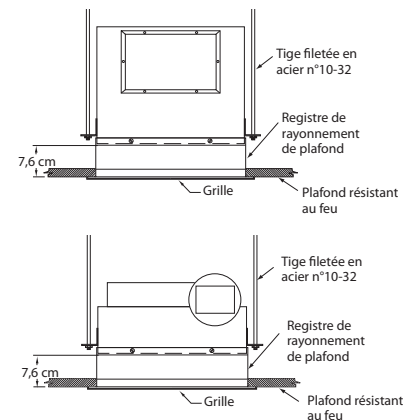

Figure 4 — Schéma de pose
**REMARQUE :** Le registre de rayonnement de plafond doit être encastré dans la surface finie du plafond. Voir la Figure 4.